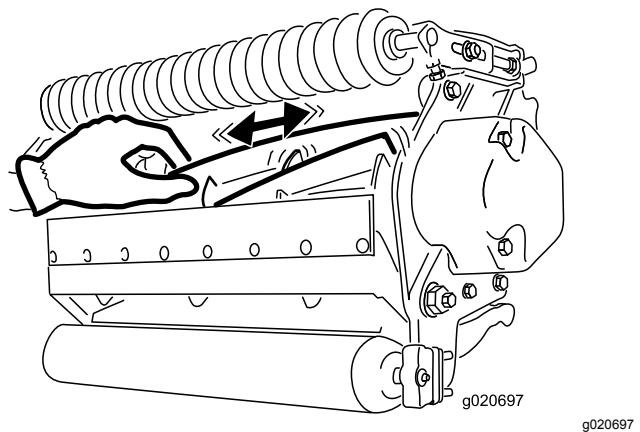

Figura 30
2. Utilizzando uno straccio o un guanto ben imbottito, bloccate la lama del cilindro e tentate di spostare il gruppo cilindro da lato a lato (Figura 30).